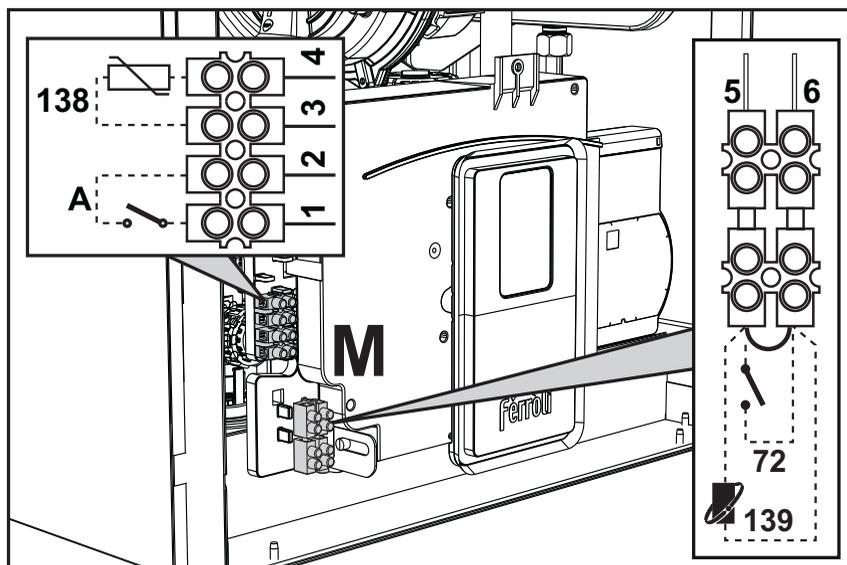

fig. 29
Dopo aver tolto il pannello frontale ( "Apertura del pannello frontale" a pag. 41) è possibile accedere alle morsettiere (M) e al fusibile (F) seguendo le indicazioni descritte di seguito. **I morsetti indicati nella fig. 29 devono essere a contatti puliti (non 230V).** La disposizione dei morsetti per i diversi allacciamenti è riportata anche nello schema elettrico alla fig. 67.
Configurazione Interruttore ON/OFF (A fig. 29)